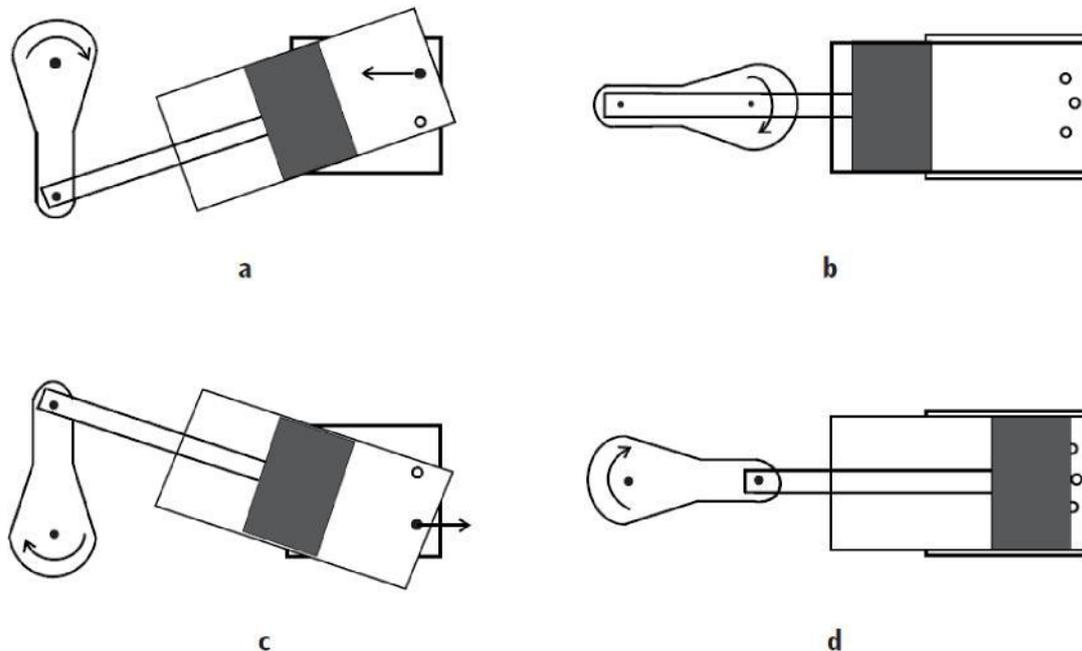

Fig.1: Arbeitszyklus der oszillierenden Dampfmaschine
Der Wasserdampf strömt über den Zudampfschlauch (12) in den Träger zum Dampf-einlassloch. Sobald sich die Öffnung des Zylinders und die Frischdampfzuführung begegnen, strömt Dampf in den Zylinder und verdrängt den Kolben (Fig. 1 a). Wenn der Kolben in der untersten Stellung angekommen ist, sind die Dampfkanäle geschlossen. Mit Hilfe des Schwungrads wird dieser Totpunkt überwunden (Fig. 1 b). In der nächsten Phase bewegt sich der Kolben zurück, öffnet das Dampf-auslassloch und drückt den Dampf hinaus (Fig. 1 c). Der Dampf wird über den Abdampfschlauch (2) und das Abdampfrohr (16) abgeführt. Angefallenes Kondensat wird über den Kondensatschlauch (1) in den Kondensatbecher (19) abgeleitet. Der Kolben erreicht den oberen Totpunkt, bei dem wieder beide Dampfkanäle geschlossen sind. Nach Überwindung des oberen Totpunktes mittels des Schwungrads wird wieder Dampf zugeführt und der Prozess beginnt erneut (Fig. 1 d).